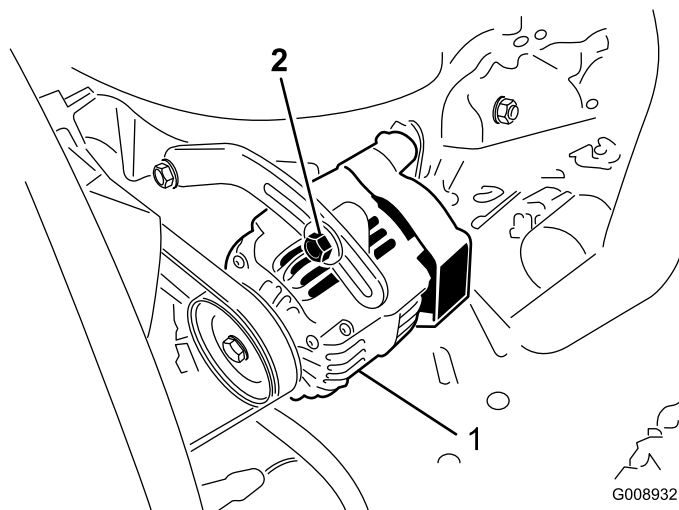

Bild 54
Prüfen Sie den Zustand und die Spannung der Treibriemen (Bild 54) alle 100 Betriebsstunden.
2. Lockern Sie bei einer Durchbiegung von mehr oder weniger als 10 mm die Befestigungsschrauben der Lichtmaschine (Bild 54). Erhöhen oder reduzieren Sie die Spannung des Lichtmaschinen-Treibriemens und ziehen Sie die Schrauben wieder fest. Prüfen Sie die Riemenspannung noch einmal auf korrekte Einstellung.